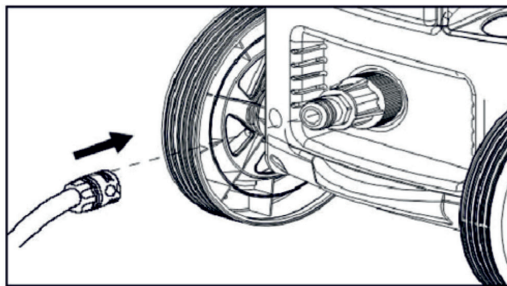

Рис. 8
7. Через быстросъемную муфту подсоедините к мойке всасывающий шланг, диаметром 3/4" (Рис. 8)